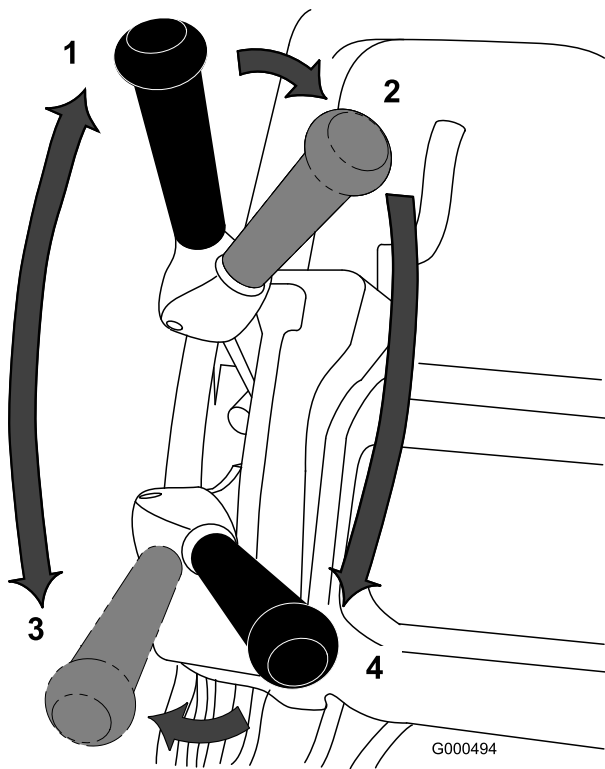

图25
1. 启动发动机，将油门设置为低速，向下推动手柄以提起滚刀组，压低操作员到位控制装置，将牵引杠移至“接合”位置，使剪草机行驶到果岭的环圈上（图25）。
2. 将牵引杆移至“分离”位置，然后接合滚刀驱动杆（图25）。
- 将牵引杆移至“接合”位置，增加油门速度直至剪草机按照所需的地面行驶速度移动，将剪草机推到果岭区，放下剪草机的前端，然后开始剪草（图25）。